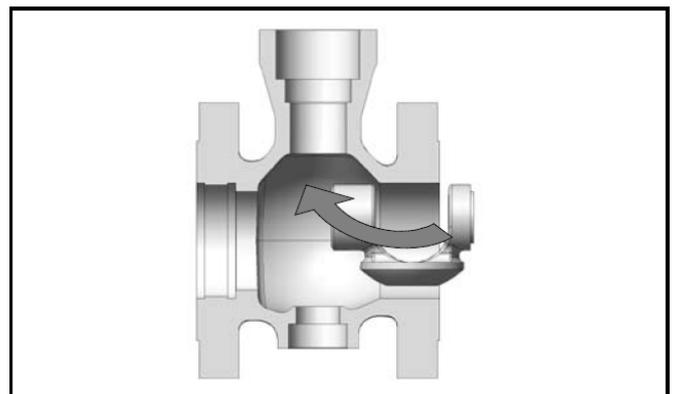

Рисунок 2b. Установка затвора
- 6.5 Вставьте затвор в корпус, как показано на рис. 2b.
- ПРИМЕЧАНИЕ:** Подшипник нижней опоры (84) запрессован в затвор.